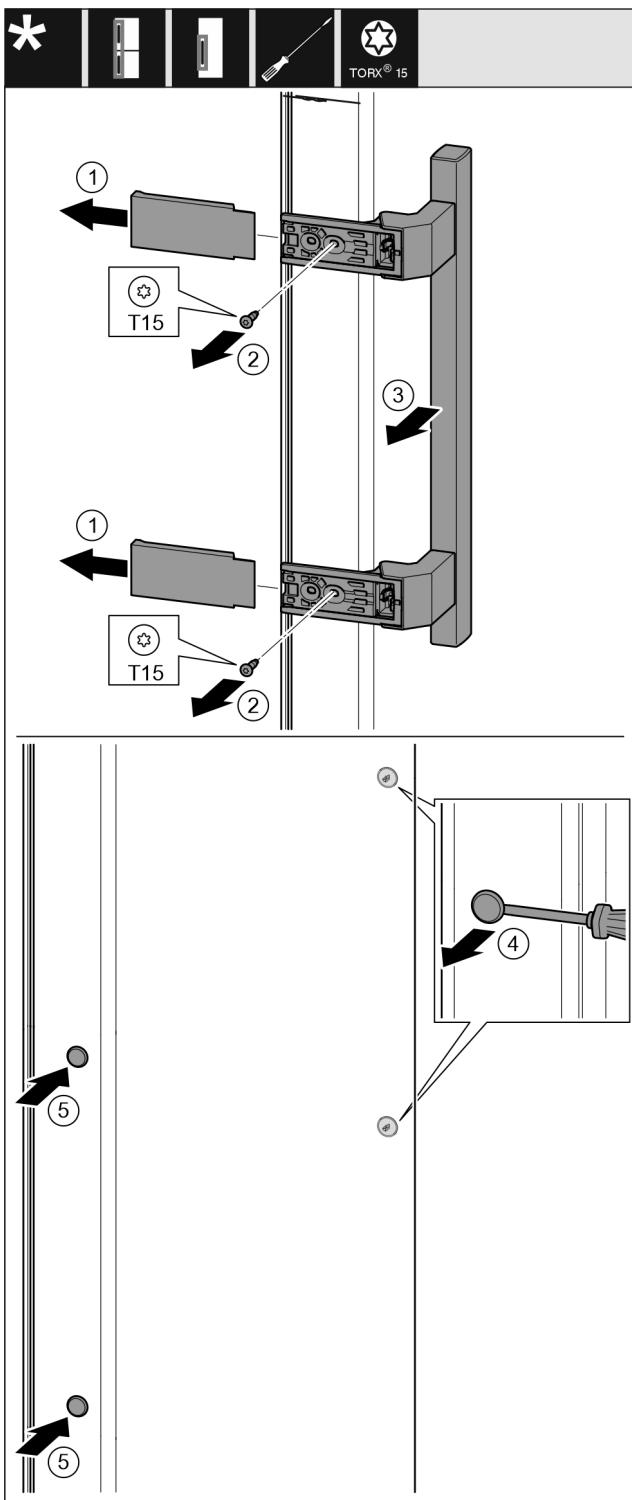

Fig. 17
- Desprindeți apărătoarea. Fig. 17 (1)
- Extrageți prin rotire șuruburile cu șurubelnită T15. Fig. 17 (2)
- Detașați mânerul. Fig. 17 (3)
- Ridicați cu precauție dopul lateral cu o șurubelnită plată și extrageți-l. Fig. 17 (4)
- Introduceți dopul pe partea opusă. Fig. 17 (5)